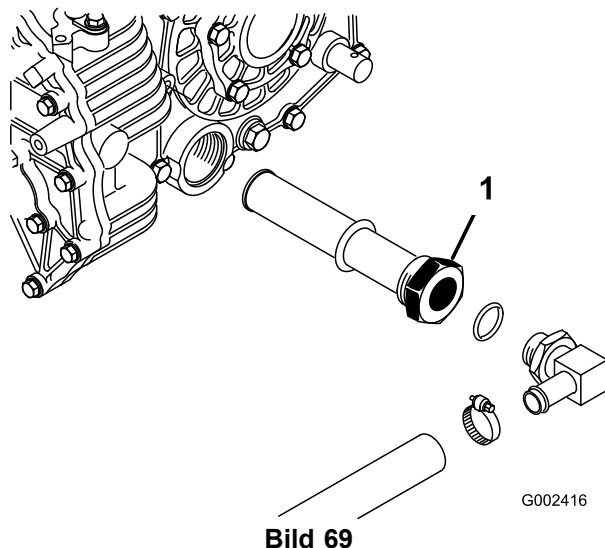

Bild 69
3. Achten Sie auf die Ausrichtung des Hydraulikschlauches und des 90° Anschlussstückes, das am Sieb befestigt ist (Bild 69). Nehmen Sie den Hydraulikschlauch und das 90° Anschlussstück ab.